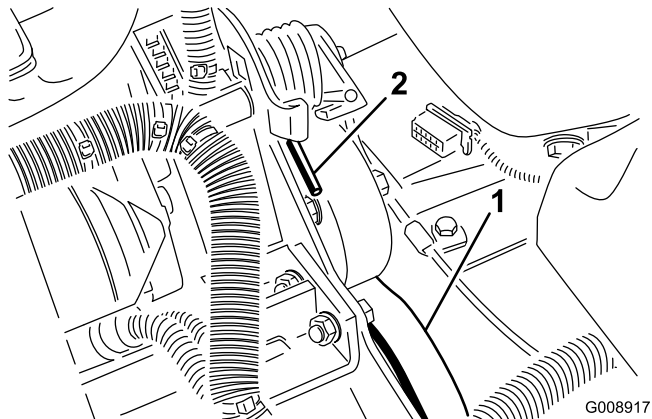

Bild 60
2. Drücken Sie das Ende der Feder (Bild 60) ab- und vorwärts, um die Feder aus dem Bügel auszuhaken und die Feder zu entspannen.